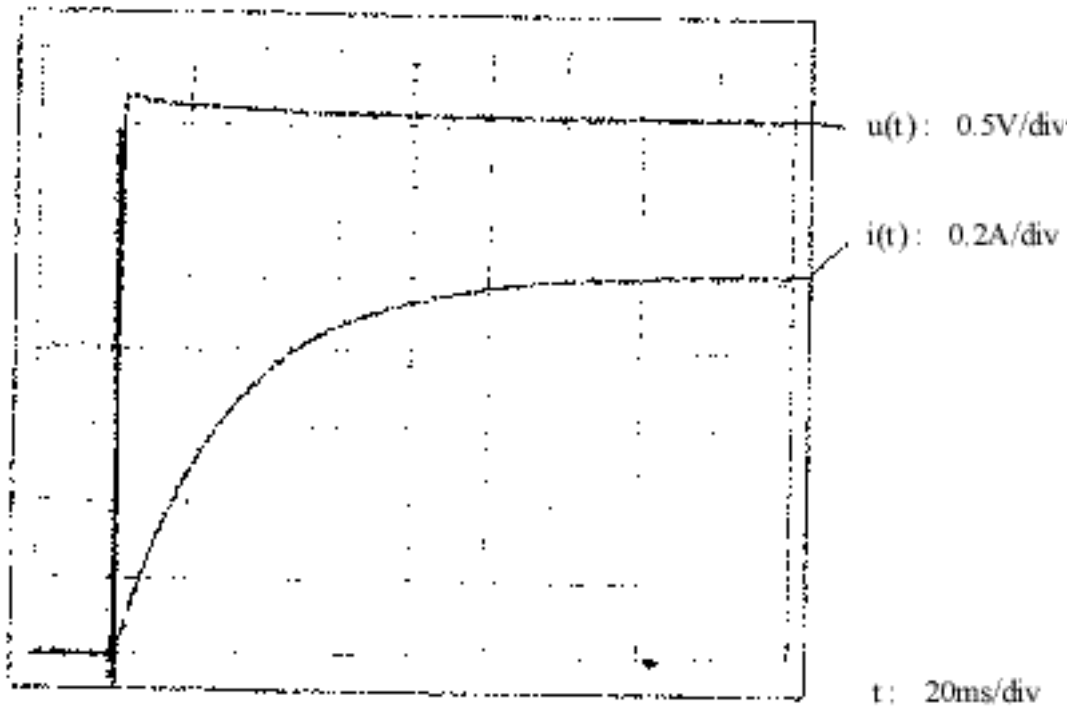

Figure 5.1. Exemple d'acquisition.
- Le résultat de cette acquisition est oscillographié à la fig. 5.1.